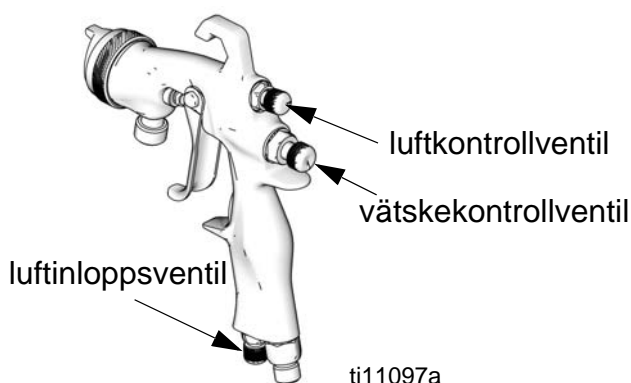

FIG.3
2. Öppna luftkontrollventilen genom att vrida ratten helt moturs för att uppnå fullständigt fläktmönster. Se FIG.3.
3. Stäng av mönsterluften genom att vrida luftkontrollventilen helt medurs för att få ett runt sprutmönster. Se FIG.3.
10. Förbättra sönderdelningen genom att minska flödet. Högre lufttryck kan förbättra sönderdelningen men kan ge sämre överföringseffektivitet (TE) eller att pistolen inte följer reglerna.